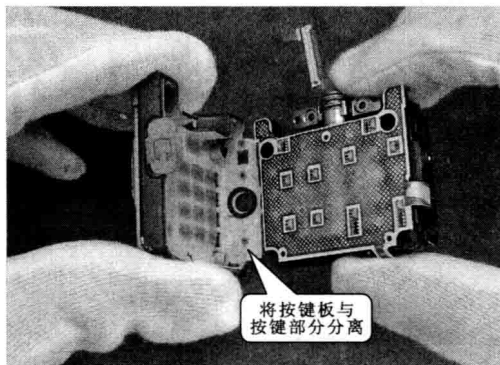

图 1-24 拆卸步骤②④
步骤②④ 再拆卸手机按键板及摄像头组件部分,由于螺钉已经拆卸完毕,将按键板与按键分离即可,如图1-24所示。